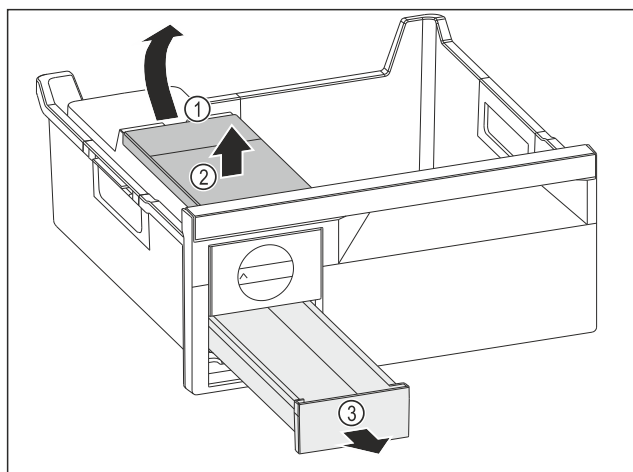

Fig. 182
- ▶ Wyjmowanie zbiornika wody: Zbiornik wody unieść za wycięcia Fig. 182 (1).
- ▶ Wyjąć zbiornik wody Fig. 182 (2) do góry.
- ▶ Wyjąć szufladę na kostki lodu Fig. 182 (3) do przodu.